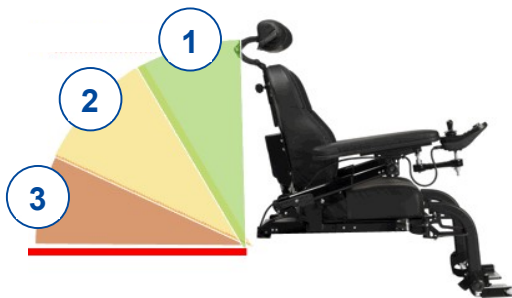

Figura 3 *Inclinación del respaldo*
- la inclinación del respaldo excede un ángulo determinado (véase Figura 3):